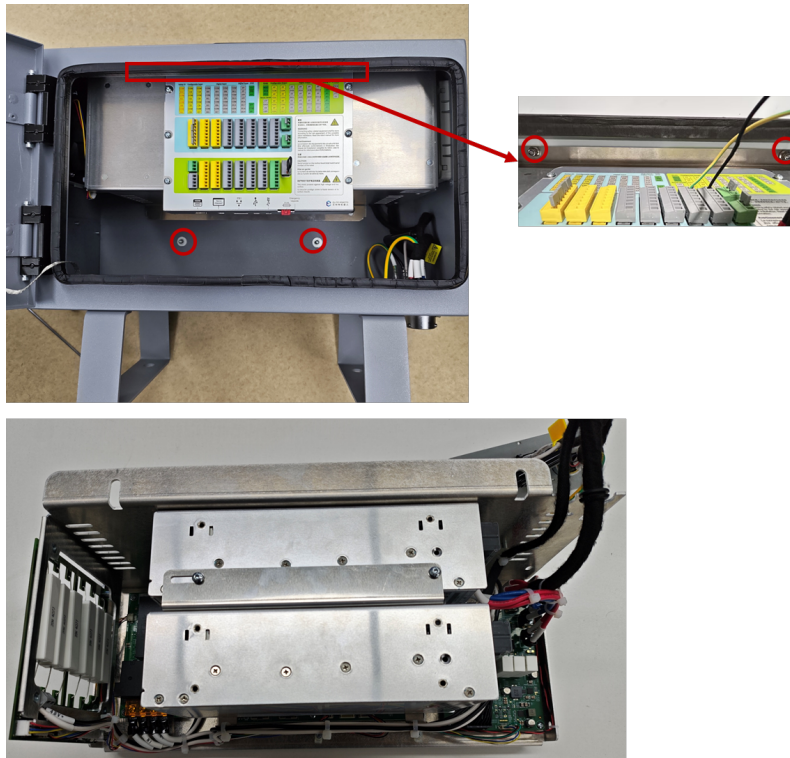

图 3-30: 取出安装模块
1. 将控制柜平躺，松开安装钣金模块的 4 颗螺母，断开风扇连接线，断开示教器线缆，取出安装模块并将其至于箱体支架上，如图 3-30所示；